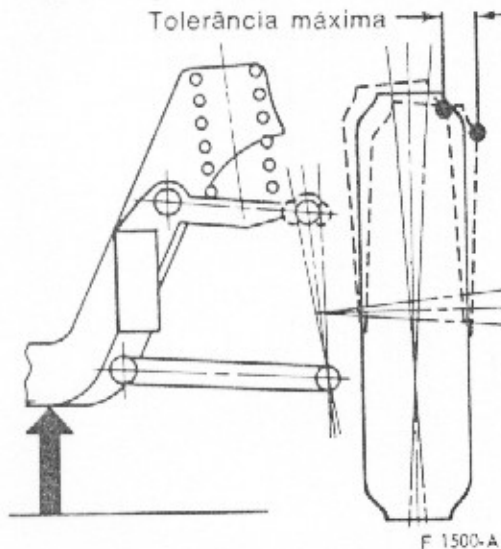

fig. 7 — medição da folga radial da junta esférica superior
1. Levantar o veículo em um elevador ou com macaco fazendo contato na carroceria até livrar totalmente a roda do piso, conforme ilustrado na fig. 7. Isto eliminará a carga da junta esférica superior.
4. Segurar o pneu pela sua parte superior e inferior e movê-lo lentamente para dentro e para fora (fig. 7). Observar a leitura no micrômetro. Se esta folga estiver fora de especificação, substituir a junta esférica superior.